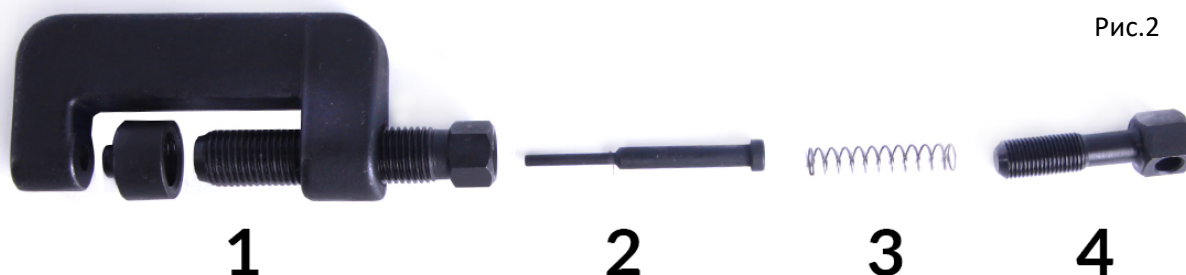

Рис.2
1.2 Выберите сменный штифт правильного размера (рис.2.3) для обрабатываемой цепи и вставьте в регулировочный болт (рис.2.1), открутив нажимной (извлекающий) болт (рис. 2.4), вставьте сменный наконечник (рис. 2.3) с пружиной (рис. 2) под нажимной (извлекающий) болт (рис. 1). Если используется маленький наконечник диаметром 2,2 мм, вы также должны использовать верхнюю и нижнюю направляющие (см. рис.3), чтобы предотвратить поломку наконечника. Верхняя направляющая навинчивается на установочный болт, нижняя направляющая опускается на место в нижней части инструмента(скобы). На большинстве кулачковых цепей следует использовать самый маленький штифт (2,2 мм). штифт диаметром 2,9 мм используется на цепи №25 или №35, штифт диаметром 3,8 мм для большинства приводных цепей от 428 до 530.